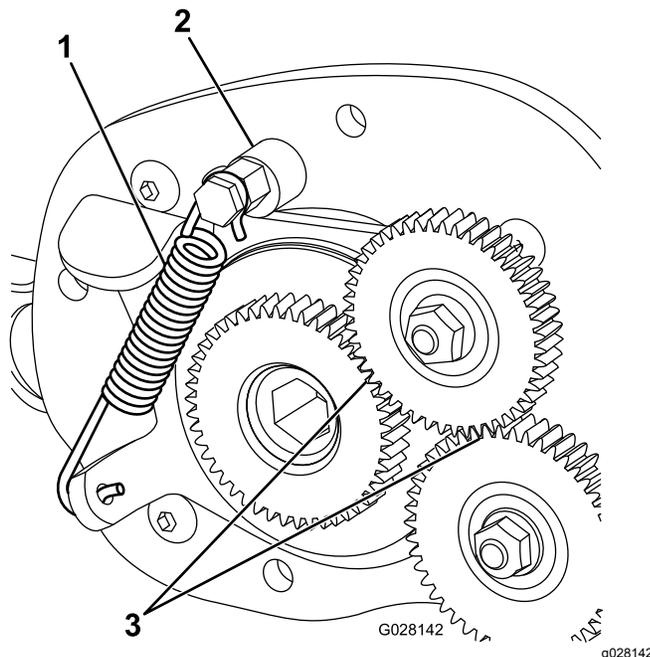

Figura 12
15. Instale a mola de tensão do rolete (Figura 12).
16. Com a engrenagem do rolete engatada, utilize uma ferramenta de deteção de folgas para verificar se existe uma folga de 0,38 a 0,45 mm entre a transmissão e a engrenagem fixa do rolete (Figura 12).